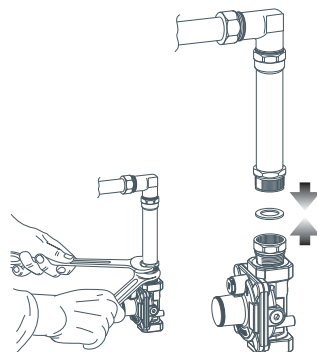

Fig. 11 Connexion du régulateur de pression du gaz au tuyau d'extension
- Fixez le régulateur de pression du gaz à la conduite d'extension en vous assurant de bien poser la rondelle fournie entre les deux (voir Fig. 11).